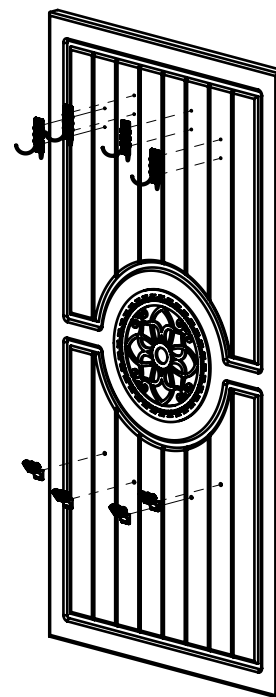

Рис. 2
2. С помощью винтов M4x30 закрепите маленькие крючки. Большие закрепите при помощи шурупов (Рис. 2).